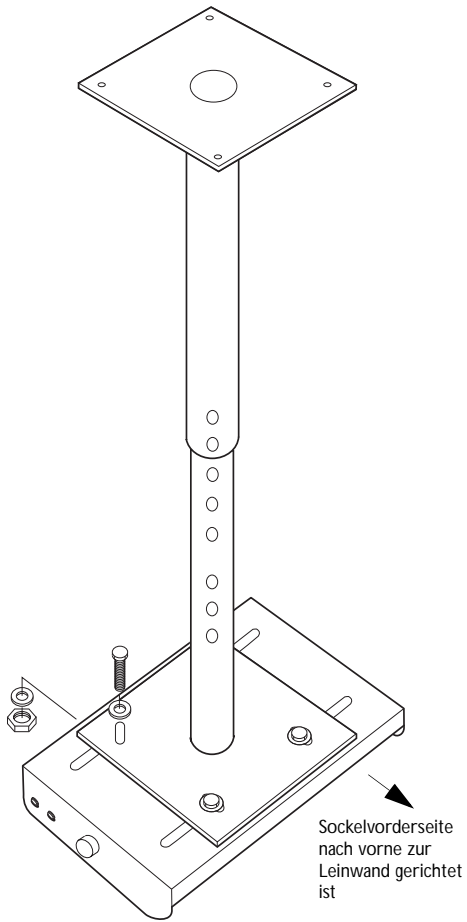

ABBILDUNG 2
- 2b LiteMount-Rohrverlängerung - Richten Sie die Löcher im Sockel an den Löchern in der Platte am Ende der Rohrverlängerung aus. Montieren Sie die Befestigungsteile, wie in Abbildung 2 gezeigt.